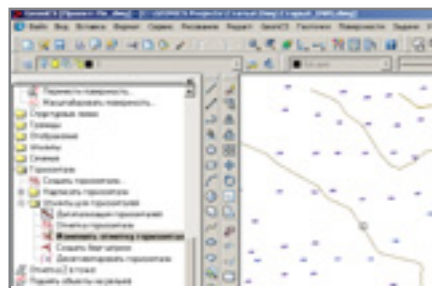

Рис. 22
7. Задаем отметки горизонталей нашего чертежа. Для этого выбираем в Панели навигатора команду *Изменить отметку горизонталей*, поочередно указываем каждую горизонталь и вводим в командной строке ее настоящую отметку (рис. 22).